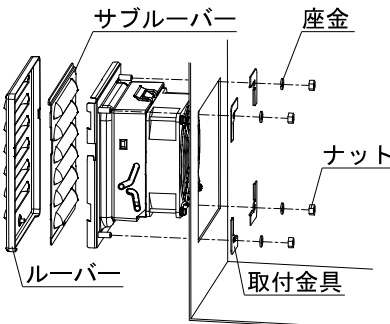

図16
③SLS-17AF(S)に付属されている取扱説明書に従い、SLS-17AF(S)をキャビネットに固定してください。(図16参照)